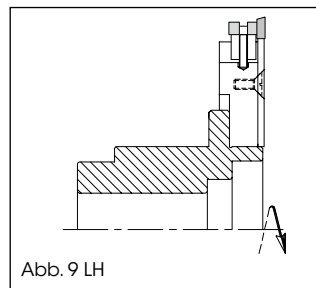

Abb. 9 LH
• Linke Zerspaner (LH) arbeiten auf der linken Seite der Maschine (Abb.9).
• Left-hand hoggers (LH) work on the left side of the machine (Fig.9)